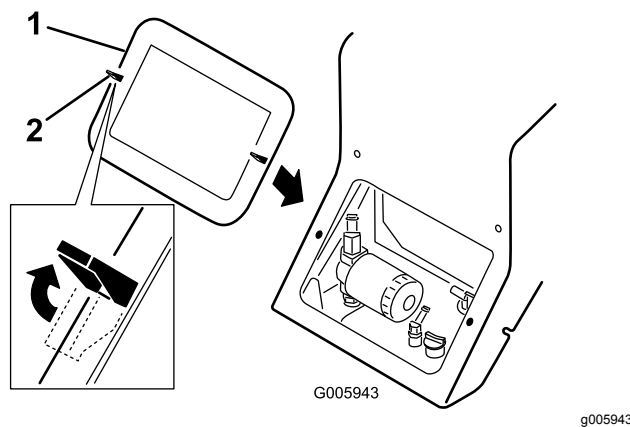

Figura 22
4. Abra las dos pestañas de cierre (Figura 22, pestaña superior izquierda ilustrada.)